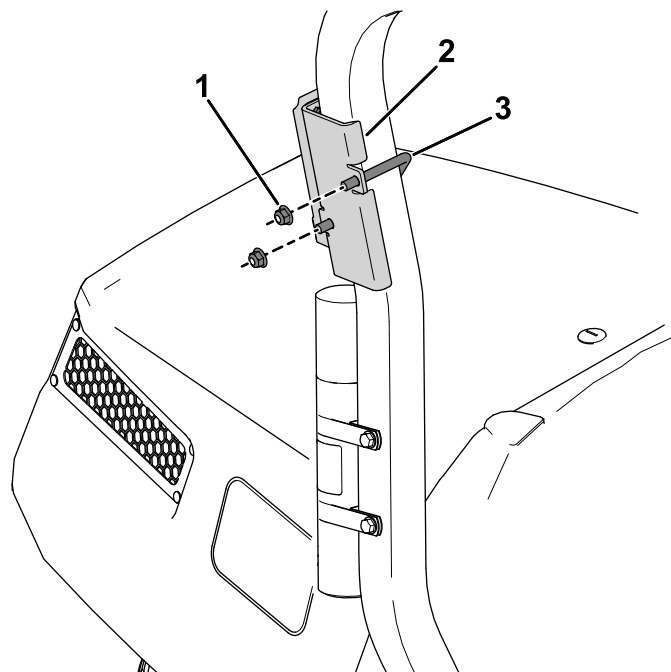

Figura 11
2. Utilize um parafuso em U e dois parafusos flangeados ($\frac{3}{8}$ pol.) para prender o suporte do dispositivo à área acima do tubo manual da barra de segurança (Figura 11).